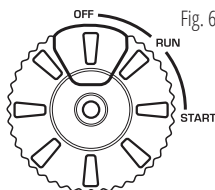

Fig. 6
- 5.2 Para arranque elétrico, prima o botão vermelho no interruptor multifuncional do motor (fig. 6).
6. Depois de ligar o motor, rode o interruptor multifuncional do motor para a posição “RUN” (fig. 6).
9. **Para arranque manual**, puxe o arrancador manual até sentir uma ligeira resistência e, em seguida, puxe-o para si de forma relativamente firme. Rode lentamente o arrancador manual com a mão, não o solte abruptamente. **Para arranque elétrico**, pressione o botão vermelho no interruptor multifuncional do motor (fig. 6)
10. Após arrancar o motor, rode o interruptor multifuncional do motor para a posição "RUN" (fig. 6).
6. Para arranque elétrico, pressione o botão vermelho no interruptor multifuncional do motor (fig. 6)
7. Após arrancar o motor, rode o interruptor multifuncional do motor para a posição "RUN" (fig. 6).